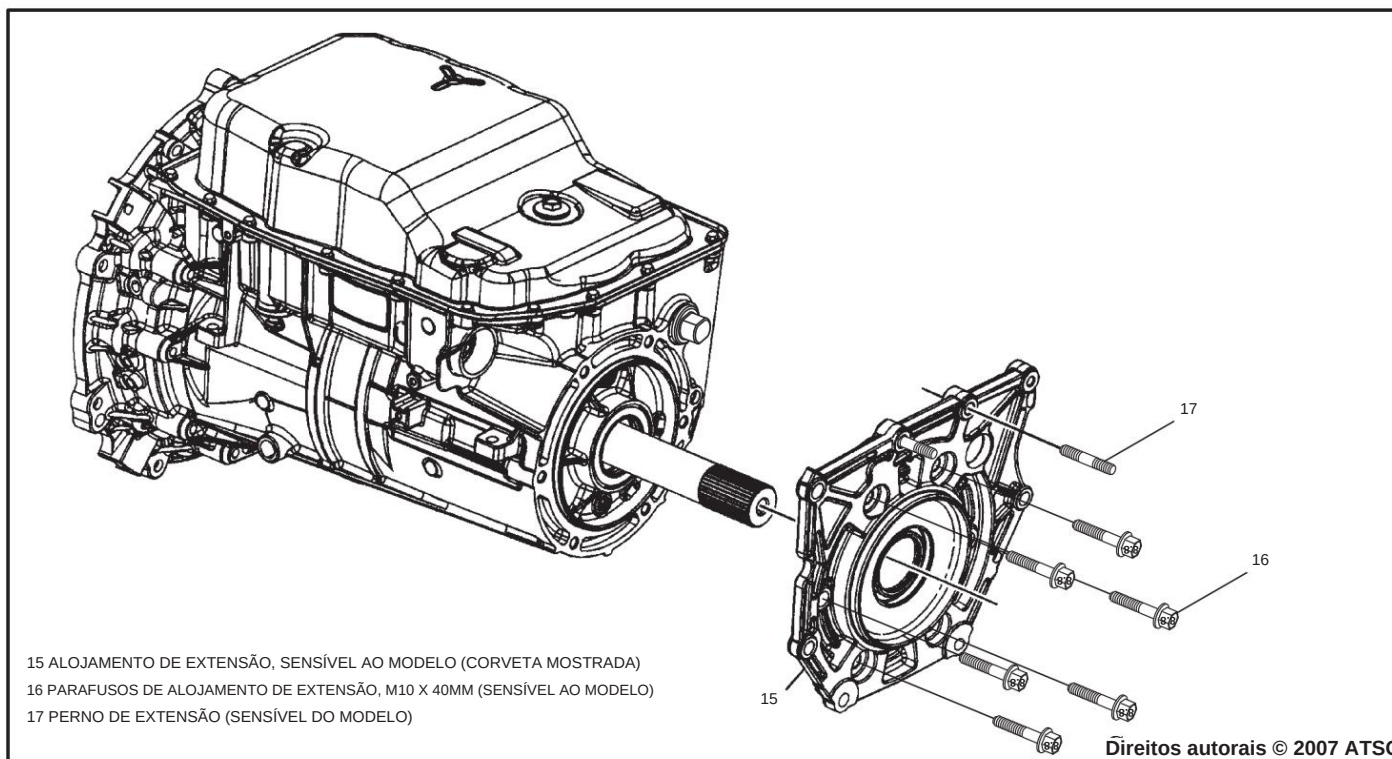

Figura 177
52. Instale os pinos da caixa de extensão, caso tenham sido removidos, conforme mostrado na Figura 177.
53. Instale o alojamento de extensão da carcaça, conforme mostrado na Figura 177, e os seis parafusos de fixação.